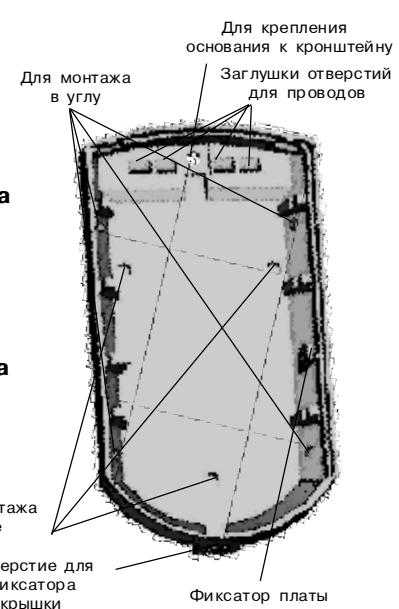

Рис. 2. Основание извещателя и кронштейн
- снимите крышку извещателя, отжав при помощи отвертки фиксатор крышки через отверстие расположено в нижней части основания извещателя (рис. 2);
- просверлите в основании извещателя отверстия (см.рис.2), которые будут использоваться для прокладки проводов и крепления извещателя;